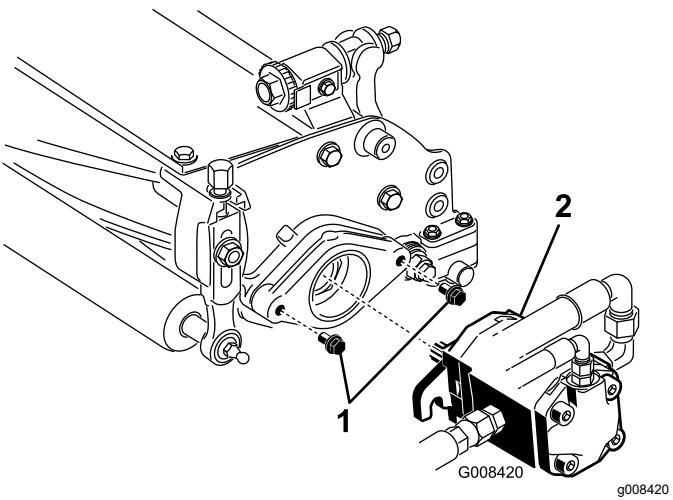

図 9
7. リールモータ取り付けボルトのねじの頭が、それぞれおよそ 13 mm 突き出した状態になるようにすること図 9。
方向にひねってスタッドを一回かわし、モータを左にひねってフランジをスタッドに嵌め合わせ図 9、
9. 取り付けボルトを締め付ける図 9。